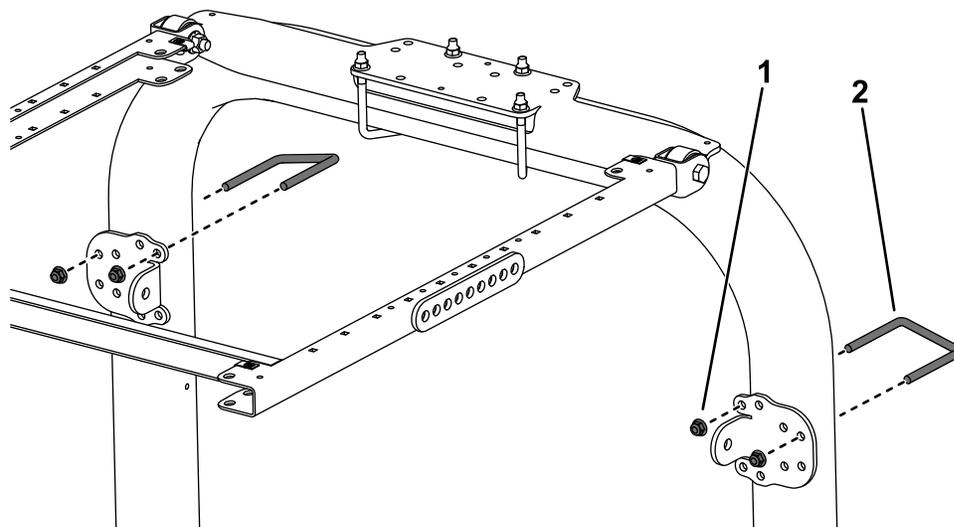

Figura 4
4. Utilizzando i fori di montaggio illustrati nella Figura 4, fissate, senza serrarla, ciascuna delle staffe di ancoraggio ai montanti del roll bar con un bullone a U ($3\frac{1}{8}$ " x 4") e 2 dadi flangiati.